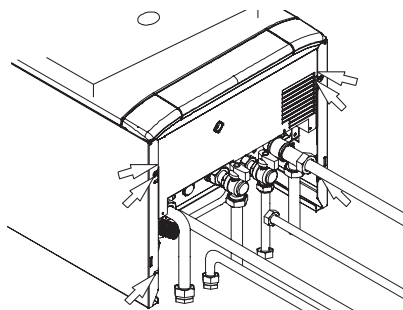

Figura 5.21
- Svitare le sei viti indicate in Figura 5.21.